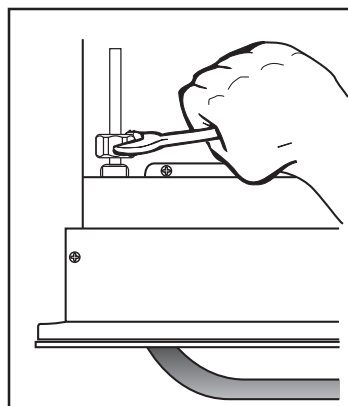

Рис. 3
2. Завершите подключение, затянув гайки ключом на 24 мм, обращая внимание на то, чтобы не подвергать механическим напряжениям газовые трубки (Рис. 3);